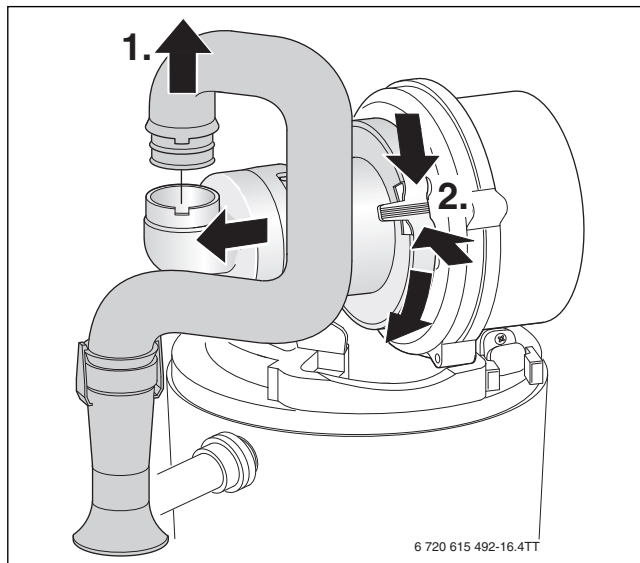

Рис. 44
1. Демонтируйте всасывающую трубу (рис. 44, 1).
2. Нажмите на фиксатор и поверните смесительное устройство (рис. 44, 2).
3. Снимите смесительное устройство (рис. 44, 3).
- ▶ Демонтируйте смесительное устройство согласно рис. 44.